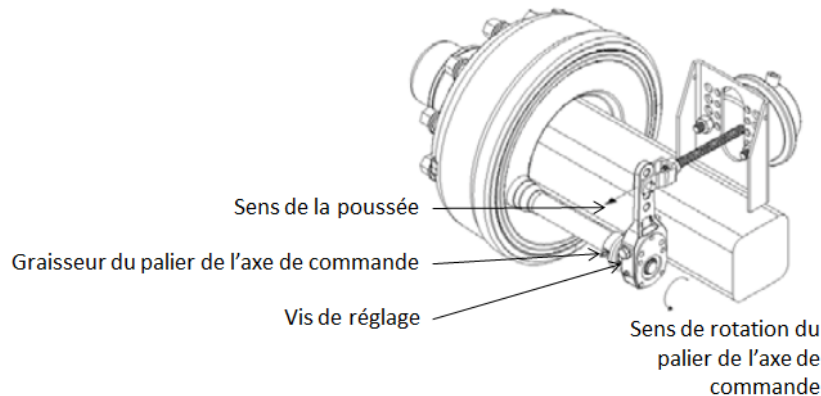

Figure 53 — Réglage d'un frein avec un levier réglable
- S'ils sont munis de graisseurs, graissez les paliers des axes de commande (cames) (Figure 53). Graissez modérément pour éviter tout dépôt de graisse ou trace de graisse sur les garnitures et les tambours.
Si un levier réglable est installé, faites tourner le palier de l'axe de commande par rapport au levier en agissant sur la vis de réglage qui se trouve sur le levier réglable (Figure 53).
Respectez le sens de rotation du palier de l'axe de commande (Figure 53). Pour rattraper le jeu, tournez la vis de manière à ce que le palier tourne dans le même sens.